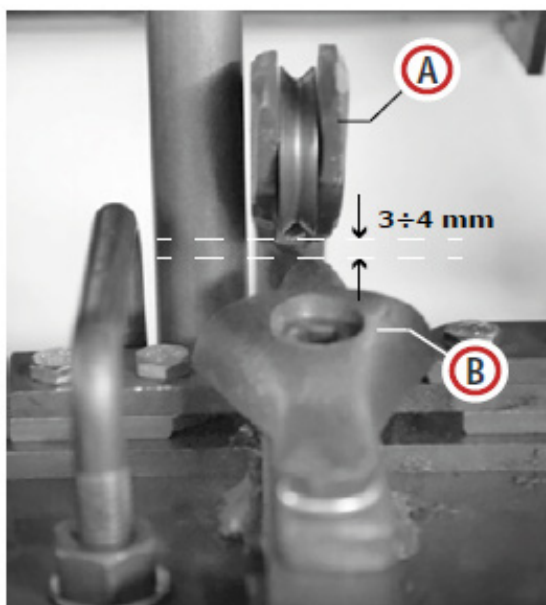

Fig.26
3. El borde exterior de la polea de la aguja (A) (Fig. 26) debe estar a una distancia de entre 3 y 4 mm de la pinza (B) cuando la aguja está cerca de la pinza. Puede regularlo utilizando los pernos de las agujas.